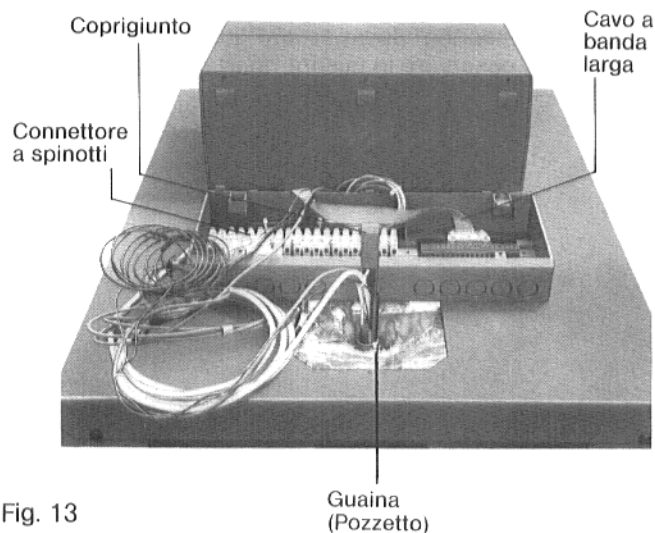

Fig. 13
6.2 Infilare il **cavo del bruciatore** da sotto nella basetta del quadro comando, ed avvitare quest'ultima al coperchio del mantello caldaia (le viti necessarie sono nella basetta) (Fig. 13).
6.5 Eseguire il **collegamento a connettori fra la parte superiore del quadro comando e la basetta**, secondo le marcature (Fig. 13).
6.7 Srotolare i **capillari di tanto**, che le sonde di temperatura possono venire introdotte nella guaina (pozzetto), al punto di misurazione (Fig. 13).